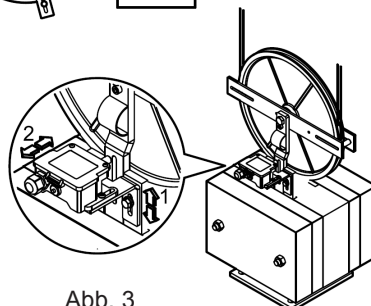

Abb. 3
- Die Befestigung des Sicherheitsschalters ist senkrecht so einzustellen, dass der Sicherheitsschalter nicht betätigt wird (Abb.3 – Pos. 1).
- Die horizontale Korrektur der Schaltposition am Sicherheitsschalter ist über Langlöcher möglich (Abb. 3 – Pos. 2)
- Desplazar la brida de fijación del interruptor de seguridad en dirección vertical (Fig.3 – Pos. 1) para que no se accione el interruptor de seguridad.
- Regular la posición horizontal de la conexión de las ranuras en el interruptor de seguridad (Fig. 3 – Pos. 2).